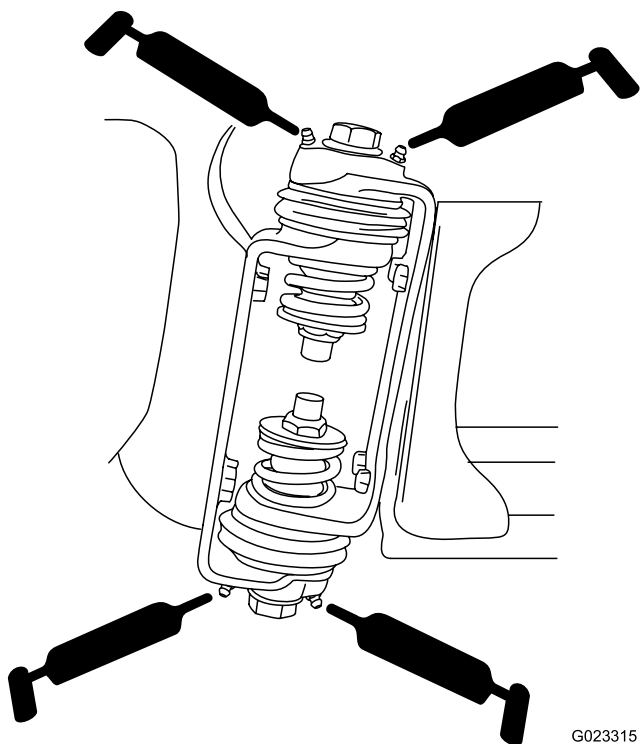

Figura 17
2. Pompate del grasso nel raccordo di ogni cuscinetto o boccola Figura 17.